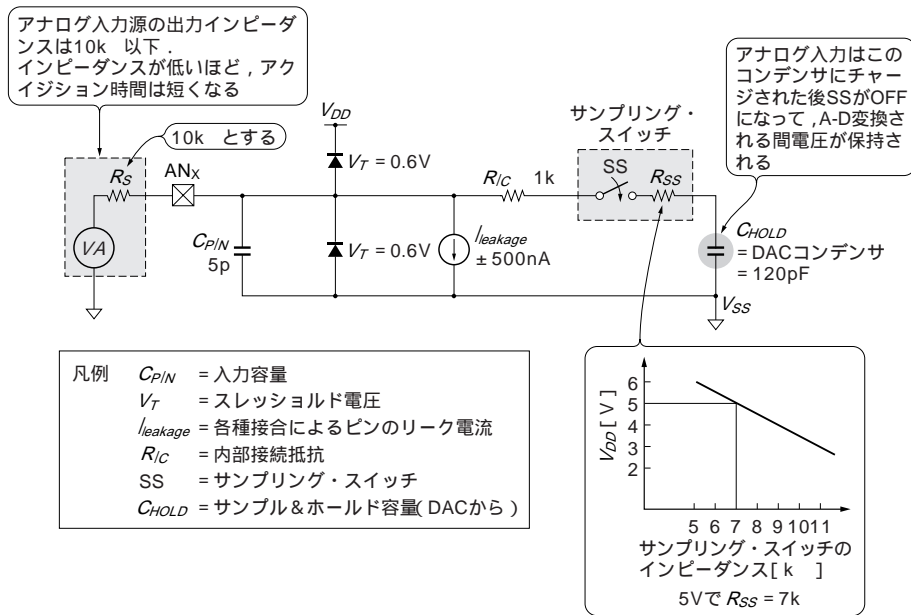

図12-5(2) 16F87XAのアナログ入力のモデル
ータの値を変換が完了するまで記憶(保持)しておく必要があります。保持するために、図12-5に示すよ
ません。図12-5に示すモデルを用いた最小必要アキュイジション時間の計算方法を、図12-6に示します。
(3) 図12-5の計算例
データ変換前にデータをサンプルし，保存するためのアクイジション時間が必要になる．(1)式で計算される図12-5の例では，約20 μ sの時間が最小必要アクイジション時間(= 変換する前に待つ時間)となる．